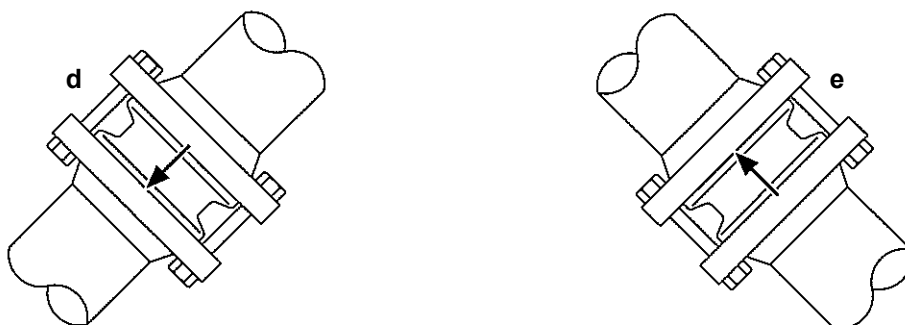

Fig. 2
- 3.5** Les clapets de retenue sont simplement installés entre deux brides (voir Figure 2). Des joints standards sont utilisés sur chaque face du clapet avec de plus longues vis ou goujons. **Nota :** les brides, vis (ou goujons), écrous et joints sont fournis par l'installateur. Les vis de brides doivent être serrées normalement, c'est-à-dire toujours en opposition.